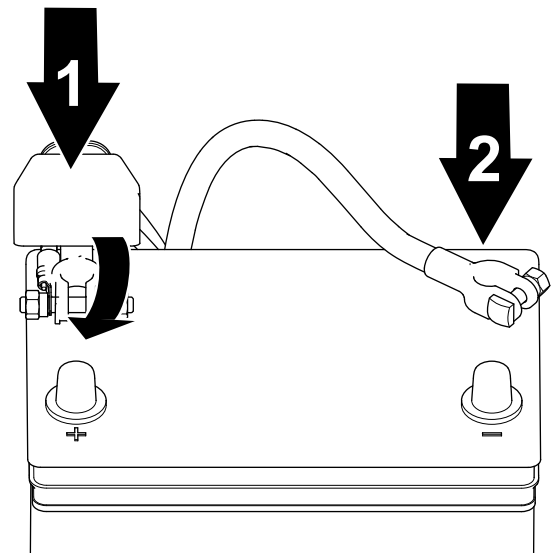

Bild 88
1. Schließen Sie das Pluskabel an die Batterie an und ziehen Sie die Batterie-Klemmmutter an (Bild 88).
2. Schließen Sie das Minuskabel an die Batterie an und ziehen Sie die Batterie-Klemmmutter an (Bild 88).